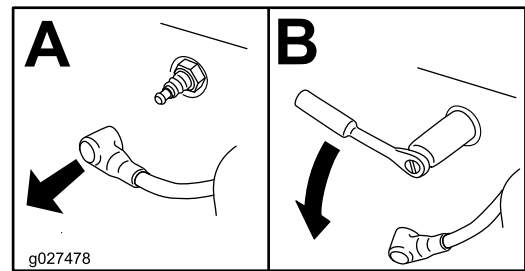

Figure 35
3. Débranchez le fil de la bougie (Figure 35).